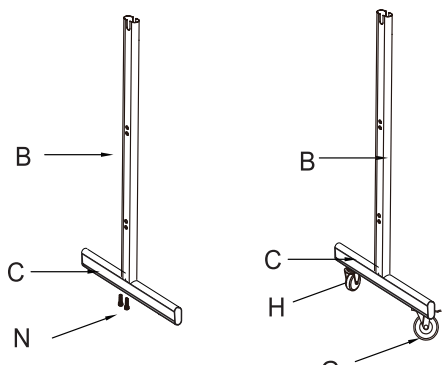

Fig.2
3. Utilisez la clé (R) et 2 vis (N) pour fixer les pieds (B) à la base (C) (voir Fig. 2).